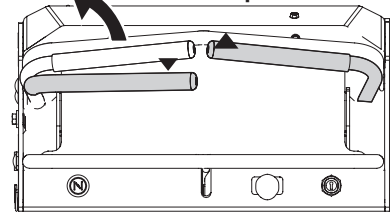

Fig. 12
1. Para girar a la derecha, mueva la palanca de control del lado derecho hacia atrás respecto de la palanca izquierda (Fig. 12).
2. Para girar a la izquierda, mueva la palanca de control del lado izquierdo hacia atrás respecto de la palanca derecha (Fig. 12).